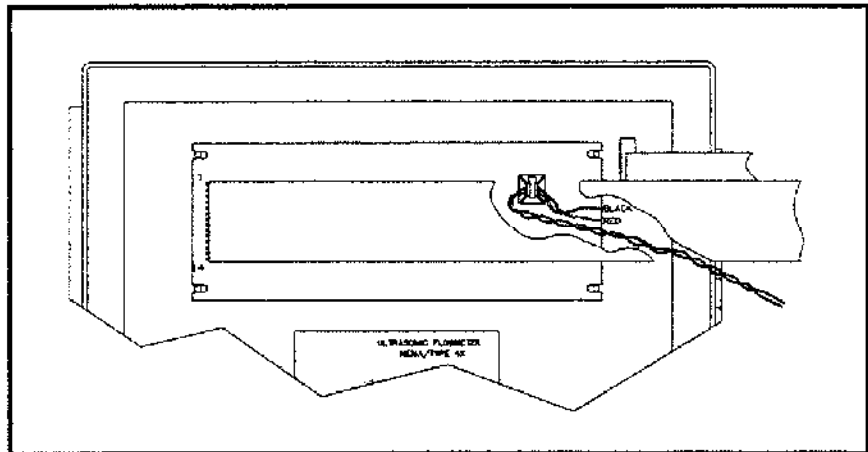

図4-6 : LCD ディスプレイアセンブリ
4. 新しいLCD ディスプレイアセンブリをコンソールカバーの取付けスタッドの上に置いて、4本のスタンドオフで所定の場所に固定します。LCD ディスプレイアセンブリが、下の図4-6に示す方向を向いていることを確認します。スタンドオフを締め付けすぎると、ディスプレイアセンブリが壊れることがあります。